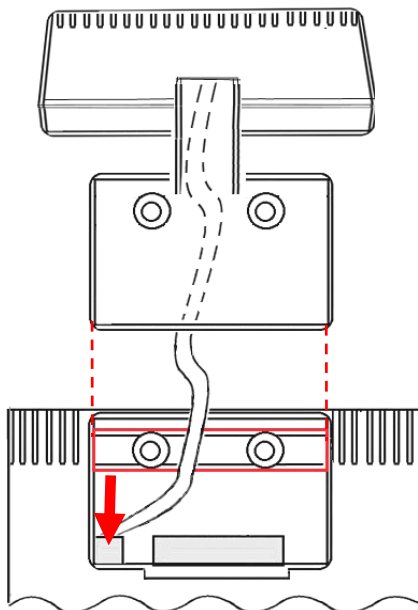

Рисунок 22. Установка детектора банкнот
5. Установить защитную крышку в проем на задней панели дисплея кассира терминала (смотрите рисунок 22 на странице 28 настоящего руководства).
3. Подвести детектор банкнот к задней панели дисплея кассира, через проем подключить кабель детектора к разъему для подключения детектора банкнот на видео плате (подробнее смотрите рисунок 22).